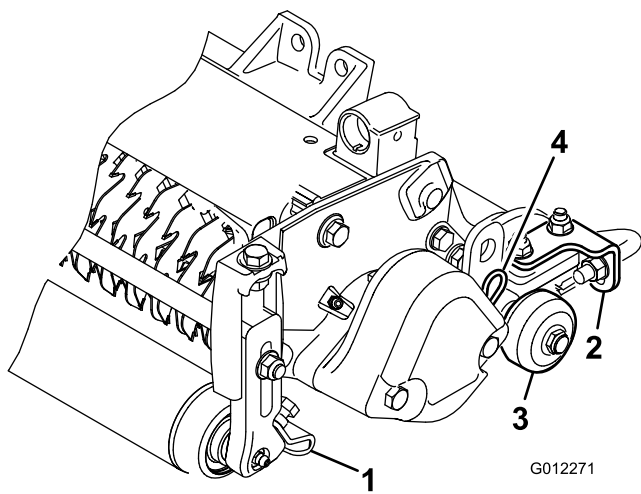

Figura 6
- Afloje las tuercas que sujetan los rascadores de rodillo (Figura 6).
Antes de bajar los molinetes de verticorte al suelo del taller o de desmontarlos de la unidad de tracción, baje los rodillos de transporte (Figura 6) para proteger las cuchillas del contacto con una superficie dura.